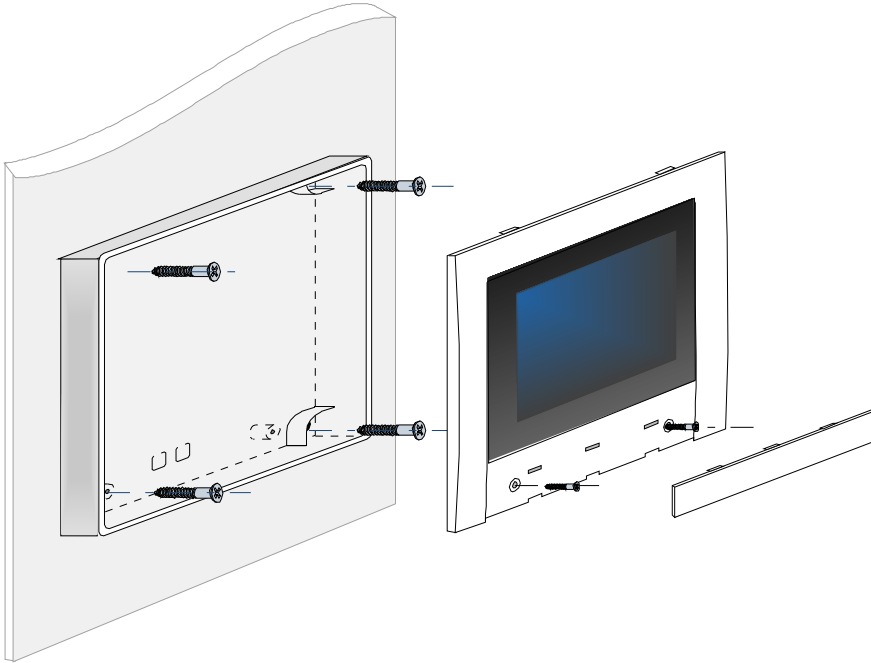

Abb. 5: Touchscreen-Anzeige- und Bedienteil aP-Montage
- Gehäuse gem. Abb. 5 schließen.